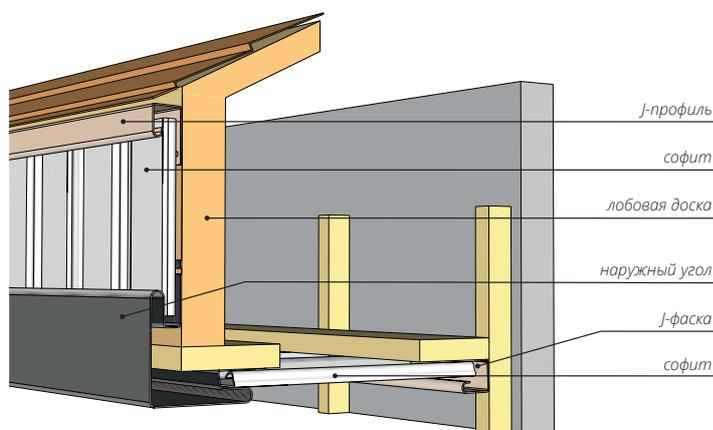

Рисунок 88
- 20.2** Монтаж с помощью наружного угла. Если ширина J-фаски (ветровой доски) недостаточна для закрытия лобовой доски, монтаж осуществляется следующим образом: вдоль верхнего края лобовой доски устанавливается J-профиль; наружный угол устанавливается в соответствии с рис. 88; J-профиль примыкающий к стене, монтируется аналогично схеме монтажа с использованием J-фаски. Софит нарезается на отрезки нужной ширины и устанавливается в пазы J-профилей и наружного угла.